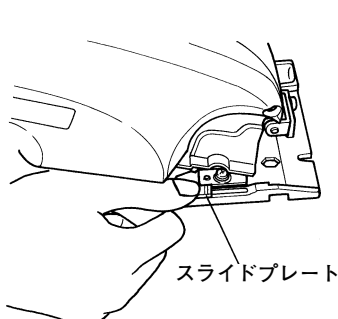

図 14-1
- スライドプレートの先端を目安線の延長上に指で(図 14-1), 移動します。